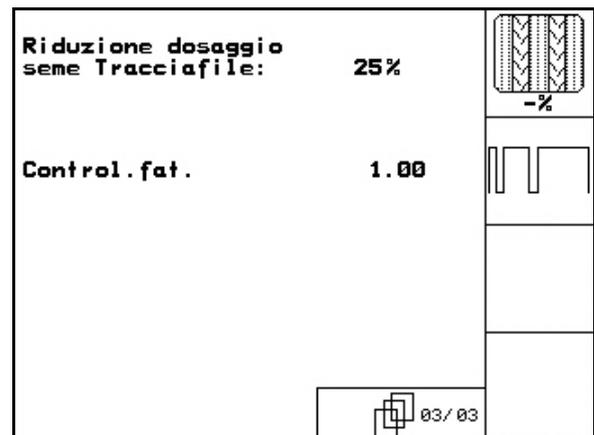

Figura 9
**nel menu Dati macchina (Figura 9):**